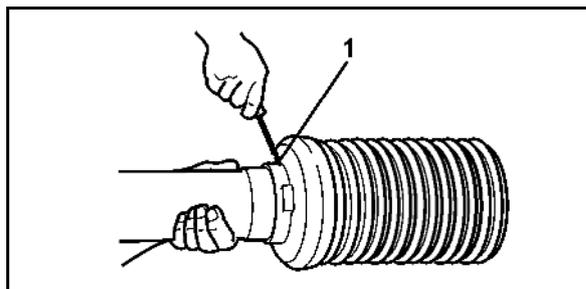

Fig. 59
9. Emmanchez le demi-tube de protection (Fig. 59/1).
10. Tournez le bol de protection (Fig. 59/2) en position de blocage.
11. Vissez la vis d'arrêt (Fig. 59/3).